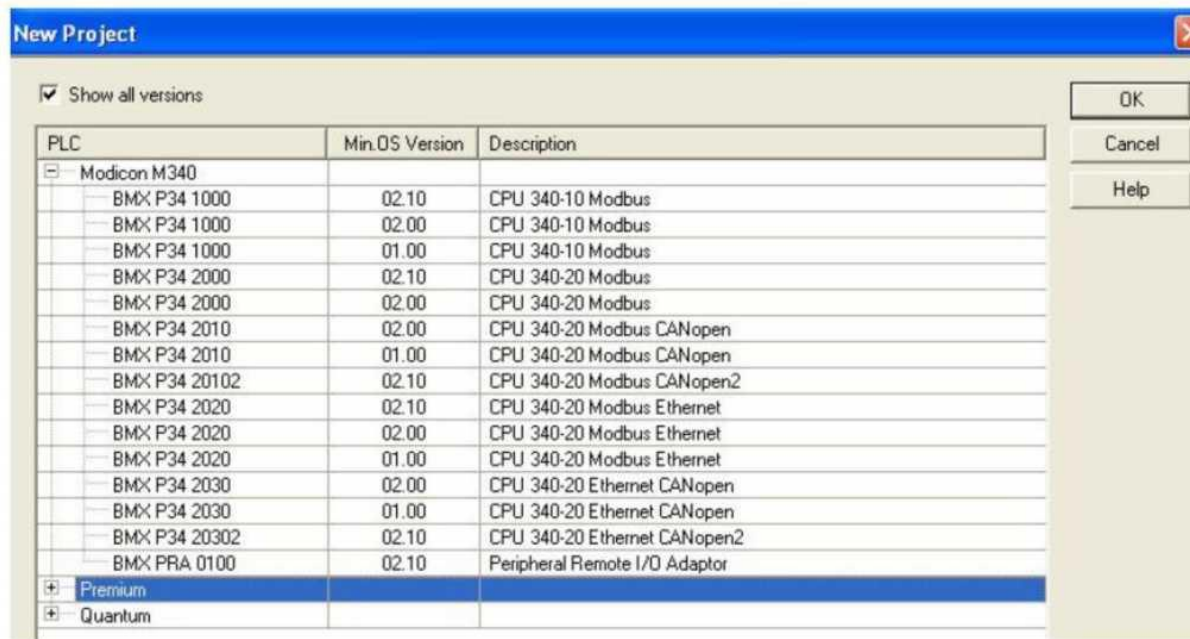

Рис. 2. Вікно вибору типу ПЛК та процесорного модуля
6) Створити локалізовані змінні, прив'язані до вхідних та вихідних каналів, відповідно до рис.2 (Project Browser->Variables & FB instances->Elementary Variables). Після створення, знайти кожен змінну у відповідних до каналів полях "Symbol" вікон конфігурації модулів.
При створенні нового проєкту (File->New), середовище UNITY PRO пропонує вибрати тип ПЛК (M340/Premium/Quantum) та процесорний модуль. У вікні вибору (рис.2) доступні короткий опис модуля та версія операційної системи (ОС). Для доступу до вибору процесорних модулів з старшими ОС необхідно виставити опцію "Show all versions".